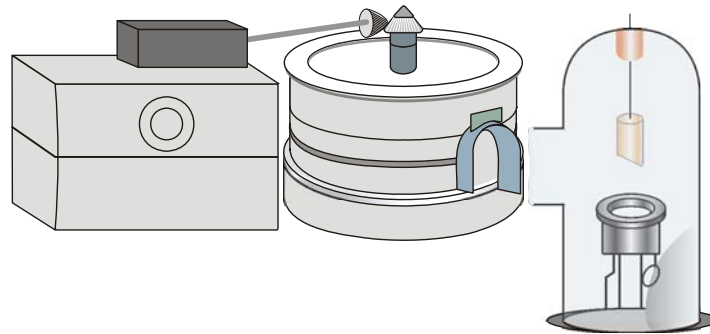

Fig. 8 Caméra Debye-Scherrer avec entraînement moteur
- Si nécessaire, positionner également l'entraînement moteur (1000662 ou 1000663) conformément à la Fig. 8. Enficher à cet effet le connecteur du moteur dans la douille 4-mm. Veiller à ce que les engrenages coniques fonctionnent parfaitement. La position de la roue conique du moteur peut être modifiée sur l'axe à l'aide de la clé six pans (BTR) livrée.